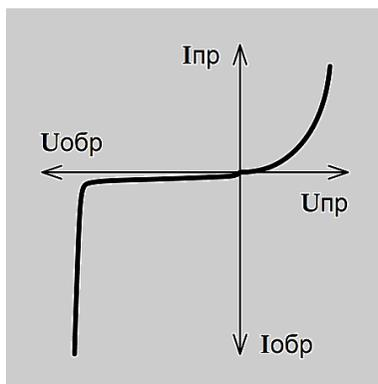

Рисунок 10. Внешний вид графика ВАХ стабилитрона.
- ВАХ полупроводникового элемента (стабилитрона) (Рисунок 10):